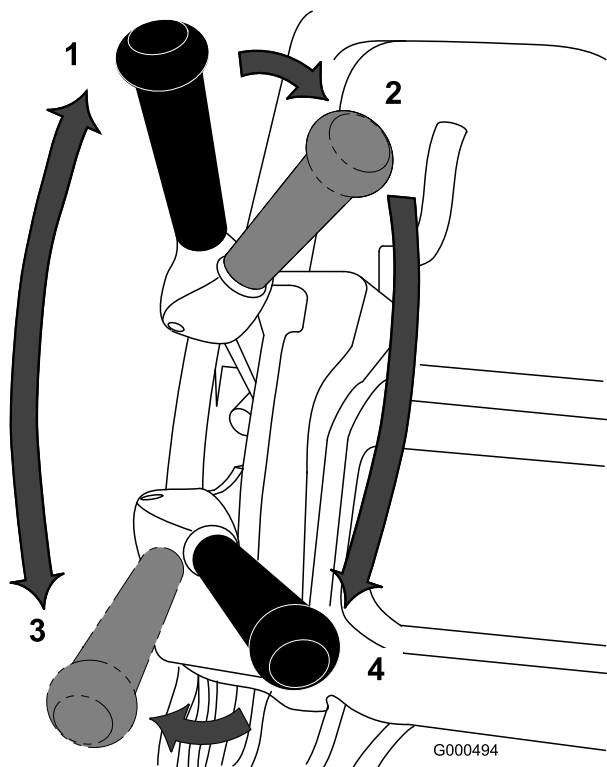

図 18
げる)。走行レバー (図 18) を「走行」に入れ、グリーンのカラ (縁) に入る。
2. 走行を「解除」とし、リールレバー (図 18) を回転側に倒す。
3. 走行レバーを「走行」に入れ、スロットルで希望の走行速度に調整し、グリーンへ移動する。希望位置に来たらカッティングユニットを下ろして刈り込み作業を始める (図 18)